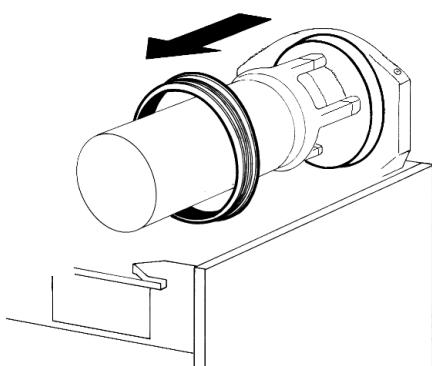

figura 9
- 4** Togliere la guarnizione di tenuta del contenitore dalla sua sede (vedere figura 9).